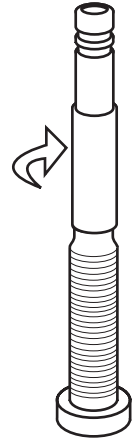

図 47. エクステンダーをバルブにねじ込む。
3. 外装式エクステンダーを指で反時計回りにバルブにねじ込みます。注意：締め過ぎるとエクステンダーが破損するため、注意してください (図 47)。